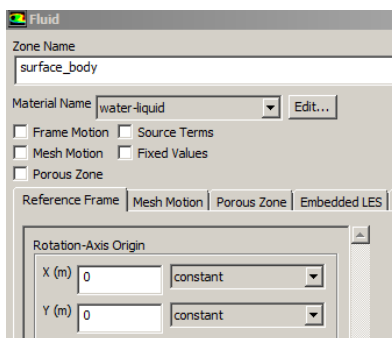

Рис. 31 – Настройка рабочего тела расчетной зоны
**Шаг 3.** Необходимо указать новое рабочее тело для расчетной модели. Для этого нужно перейти на вкладку *Cell Zone Conditions* и нажать кнопку *Edit*. В появившемся окне в поле *Material Name* из выпадающего списка выбирается рабочее тело вода *water-liquid* (рис. 31).